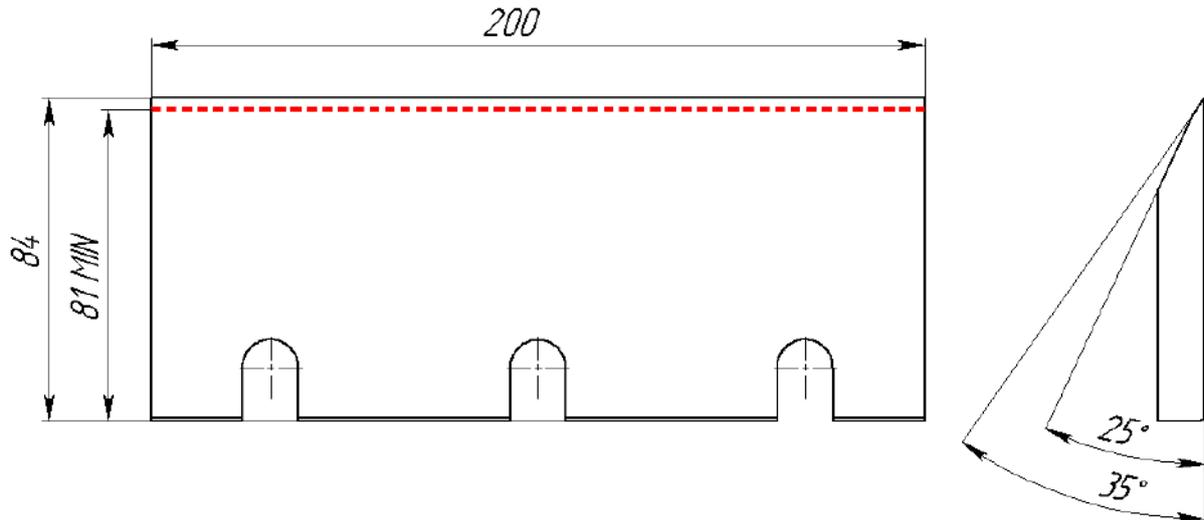

Рисунок 25. Схема заточування ножа
- Ножі потрібно заточувати під кутом 35 градусів до тих пір, поки його висота не стане меншою за 81 мм (див. Рис.25);